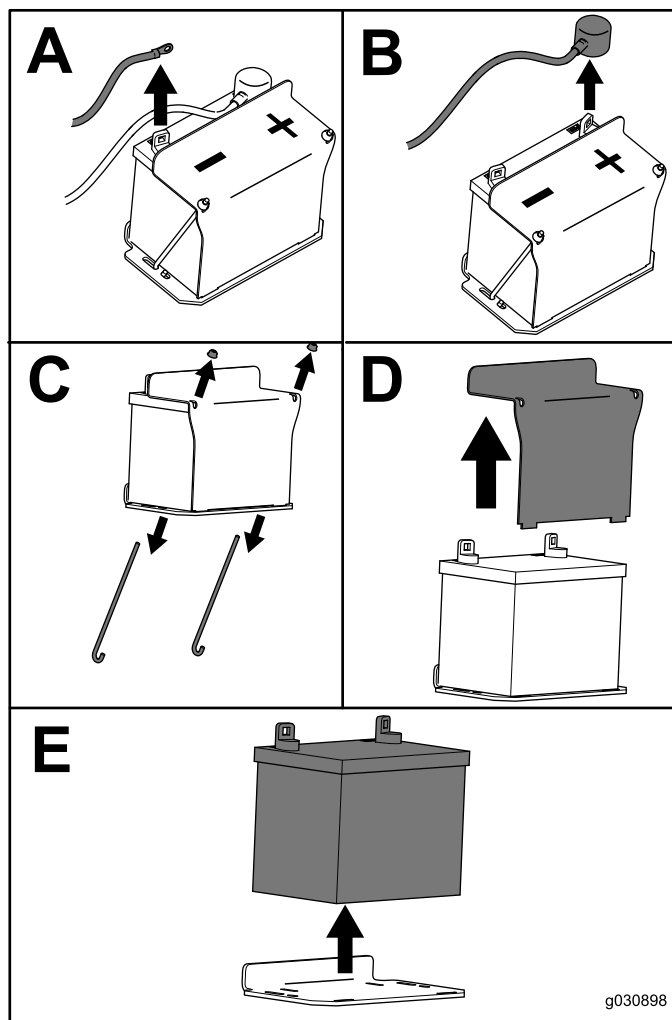

Рисунок 25
3. Снимите аккумулятор, как показано на Рисунок 25.